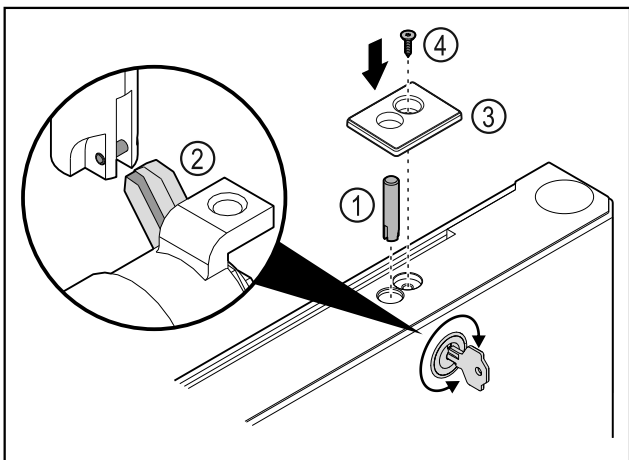

Fig. 41
- ▶ Вставити палець замка Fig. 41 (1).
- ▶ Трохи повернути замок, щоб палець замка Fig. 41 (2) зафіксувався в щілині замка.
- ▶ Вставте кришку Fig. 41 (3).
- ▶ Вставити гвинт Fig. 41 (4).